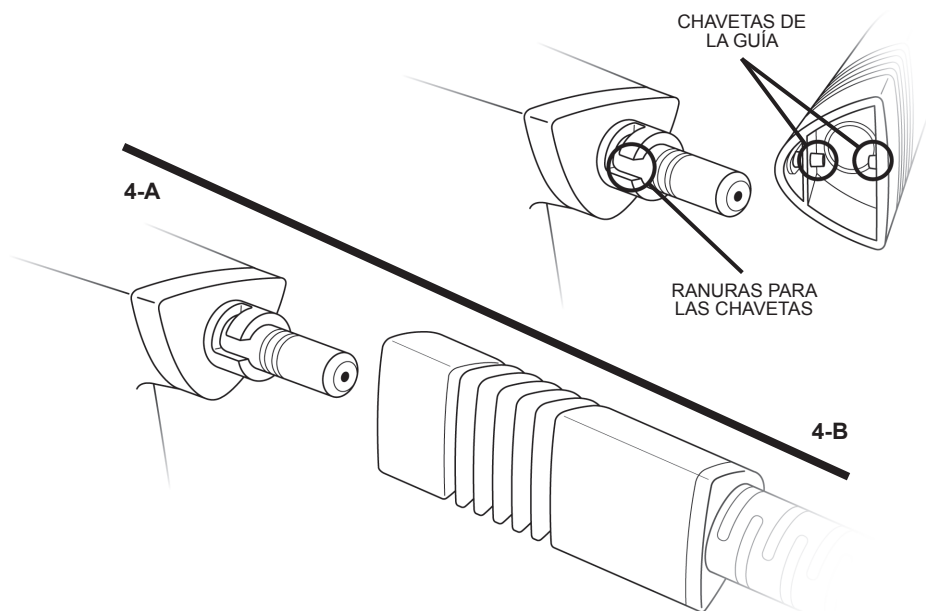

FIGURA 4
1. Alinee el extremo hembra de la Manguera de Extensión con la Boquilla de Vapor (FIGURA 4-A). La chaveta de guía de la Manguera de Extensión debe estar alineada con la ranura para chaveta que se encuentra en la base de la Boquilla de Vapor (FIGURA 4-B).